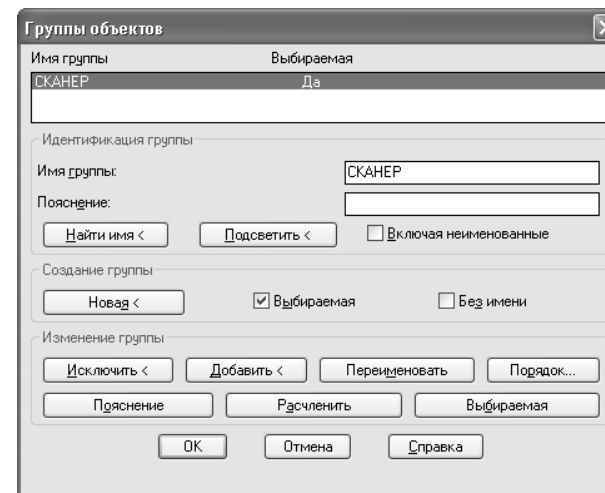

Рис. 7.1 ▼ Если щелкнуть на названии группы в списке **Имя группы** (Group Name), становятся доступными кнопки изменения ее свойств
3. Введите в командном окне команду **Группа** (GROUP) или ее псевдоним **г** (G). На экране появится диалоговое окно **Группы объектов** (Object Grouping).
5. Окно **Группы объектов** (Object Grouping) на время закроется, указатель-перекрестие примет форму отмечающего указателя, а AutoCAD в командном окне предложит выбрать объекты, подлежащие объединению в группу. Охватите рамкой выделения все линии, представляющие на чертеже сканер, а затем нажмите **Enter** для завершения выбора. На экране снова появится диалоговое окно **Группы объектов** (Object Grouping) с именем одной группы **СКАНЕР** (рис. 7.1).